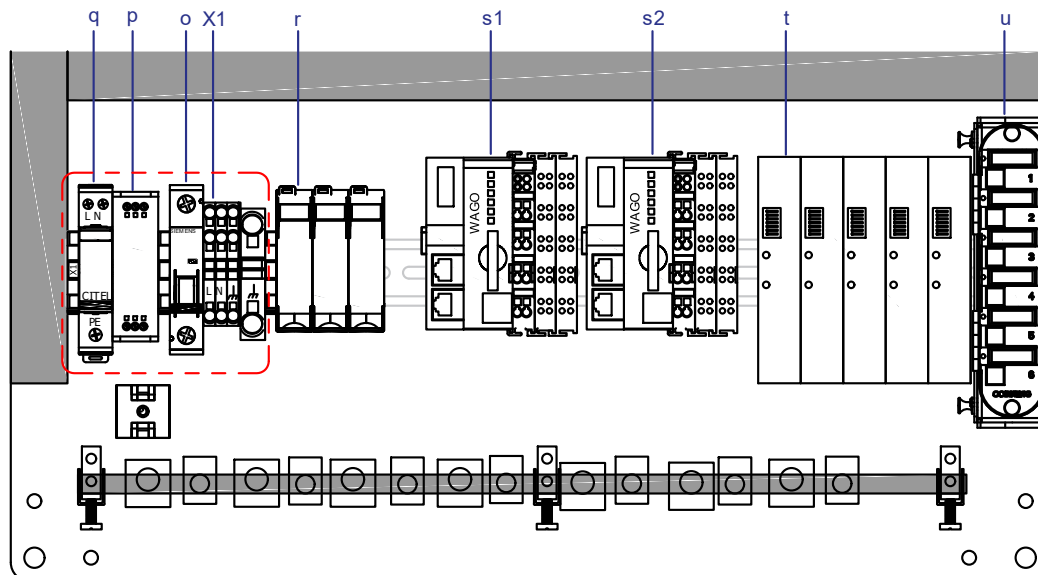

Fig. 8 Módulo de conexión, detalles
¡Peligro de muerte! La zona marcada en rojo en la Fig. 8 está bajo tensión.
2. Conecte el(los) cable(s) al(los) descargador(es) de sobretensión ("q" en la fig. 8 de la pág. 12) o al conmutador Ethernet ("l" en la fig. 5 de la pág. 11).